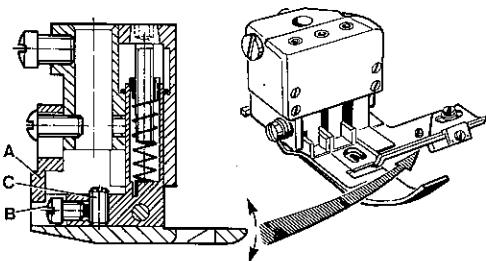

Fig.47
The tipping angle of the presser foot bottom in the middle is adjustable. For adjustment remove the presser foot. Remove stop (A, Fig.47) for presser foot bottom, loosen screw (B) and adjust with set screw (C) the required tipping angle. Retighten screw (B) and mount stop (A) so the presser foot bottom is guided laterally when assembled to the machine.
Der Kippwinkel der mittleren Drückerfußsohle ist einstellbar. Bauen Sie zur Einstellung den Drückerfuß aus. Entfernen Sie den Anschlag (A, Fig.47) für die Drückerfußsohle, lösen Sie die Schraube (B) und stellen Sie mit dem Gewindestift (C) den gewünschten Kippwinkel ein. Ziehen Sie die Schraube (B) wieder an und montieren Sie den Anschlag (A) so, daß die Drückerfußsohle seitlich geführt wird, wenn der Drückerfuß in die Maschine eingebaut ist.